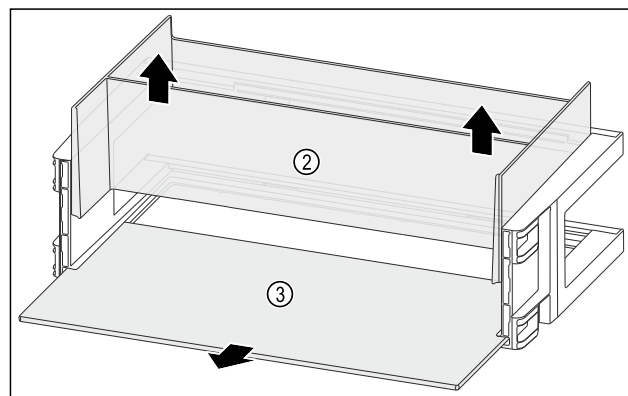

Fig. 119
- ▶ Organizer Fig. 119 (2) nach oben entnehmen.
- ▶ Abstellfläche Fig. 119 (3) entnehmen.